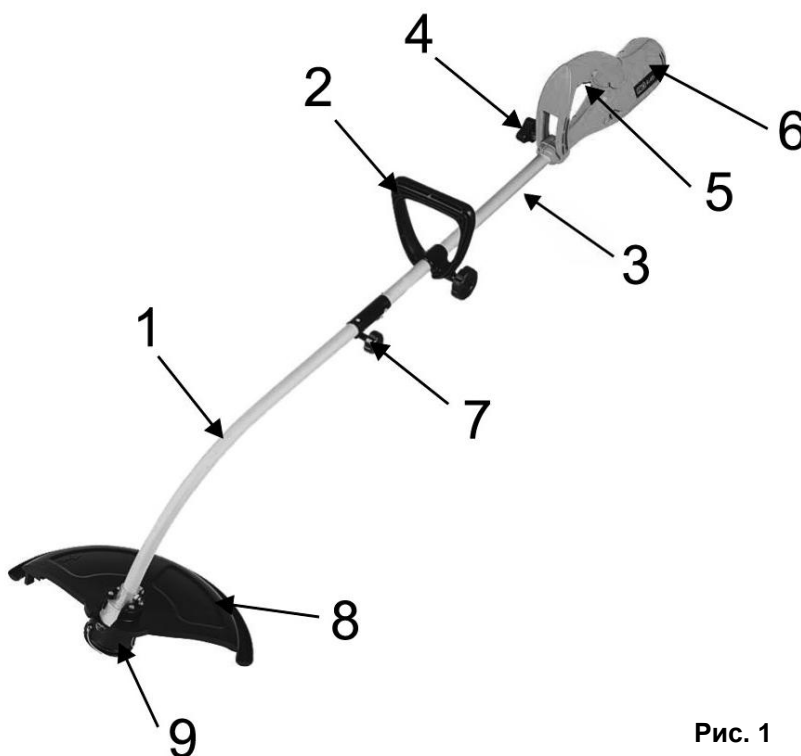

Рис. 1
- Для удобного управления триммером, обязательно используйте ручку D-образной формы (2)(См. Рис.1).
- Ручка D-образной формы (2)(См. Рис.1) крепится на штангу триммера на удобной для Вас высоте.
- Для безопасной работы необходимо использовать защитный кожух (8)(См. Рис. 1) триммерной катушки! Эксплуатация триммера без защитного кожуха категорически запрещено!
- Для остановки и выключения триммера – пусковую клавишу (11) (См. Рис.1) и отключите триммер от сети питания.